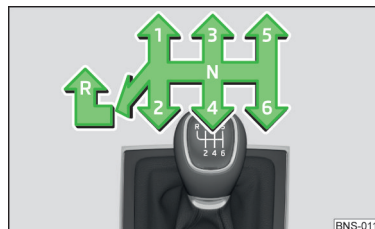

Fig. 242
Pe schimbătorul de viteze este reprezentată schema de selectare a treptelor individuale de viteză » fig. 242.
- › Apăsați maneta schimbătorului de viteze în jos, complet spre stânga și apoi spre înainte, în poziția **R** » fig. 242.